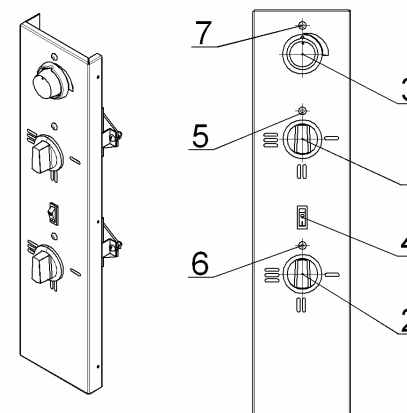

Рис.4
4.5 Приборы управления и светосигнальная арматура размещены (рис.4) на снимаемой панели управления (рис.4 поз.3), которая расположена с правой стороны шкафа.
4.5.1 Ступенчатое регулирование мощности верхних и нижних ТЭНов осуществляется установкой ручек переключателей (поз.1 и 2) в фиксированные положения, обозначенные на панели управления символами I, II и III, что соответствует режимам нагрева ТЭНов: слабый, средний и сильный. При этом мощность ТЭНов изменяется следующим образом: 0,75 – 1,5 – 3,0 кВт. Отключение ТЭНов производится установкой ручек переключателей в положение «0» (напротив сигнальных ламп рис.4, поз.5 и 6).
Установка и автоматическое поддержание необходимой температуры (от 50 до 300°C) в камере осуществляется терморегулятором (рис.4, поз.3).
Переключатели верхних и нижних ТЭНов, а также терморегулятор снабжены сигнальными лампами (рис.4, поз.5, 6 и 7).
7.4 Установите (по часовой стрелке) лимбом терморегулятора (рис.4, поз.3) температуру в камере шкафа, предусмотренную технологией приготовления продукта (должна загореться сигнальная лампа рис.4. поз.7).
7.5 Установите ручки переключателей (рис.4, поз.1 и 2) нижних и верхних ТЭНов в положения I, II или III (должны загореться сигнальные лампы рис.4, поз.5 и 6).
7.7 Для визуального контроля состояния приготавливаемых в камере продуктов, при закрытой дверке, включите клавишей (рис.4, поз.4) лампу подсветки камеры.